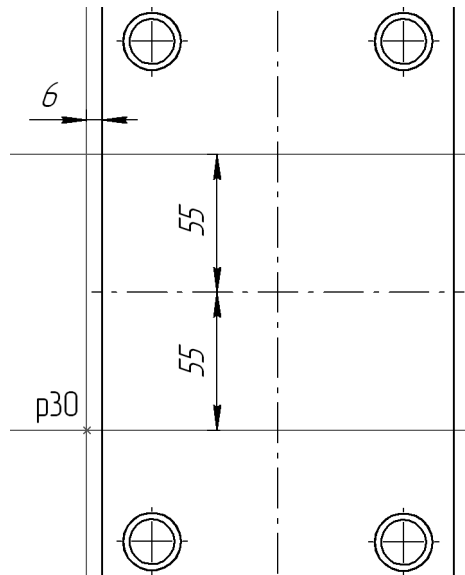

Рис. 51.82.
1. Увеличьте часть чертежа, как это показано на рис. 51.82.